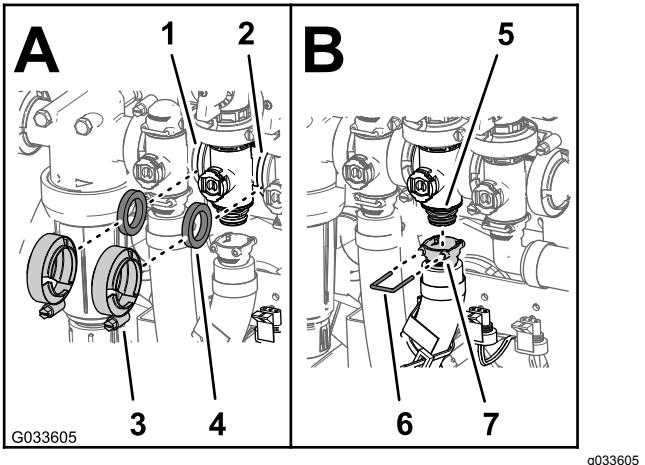

Figura 113
2. Montate la valvola di bypass dell'agitatore, la guarnizione e il collettore della valvola dell'agitatore con un morsetto flangiato e serrate manualmente (Figura 113).
3. Allineate una guarnizione tra le flange della valvola di controllo del volume e il collettore della valvola dell'agitatore (A di Figura 113).
4. Montate la valvola di controllo del volume, la guarnizione e il collettore della valvola dell'agitatore con un morsetto flangiato e serrate manualmente (A di Figura 113).
5. Allineate una guarnizione tra le flange del collettore della valvola dell'agitatore e la valvola principale delle barre (A di Figura 113).
6. Montate il collettore della valvola dell'agitatore, la guarnizione e la valvola principale delle barre con un morsetto flangiato e serrate manualmente (A di Figura 113).
7. Montate il raccordo di uscita sul raccordo del connettore nella parte inferiore del collettore per la valvola dell'agitatore (B di Figura 113).
8. Fissate il raccordo di uscita al raccordo del connettore inserendo un fermo nella presa del raccordo di uscita (B di Figura 113).